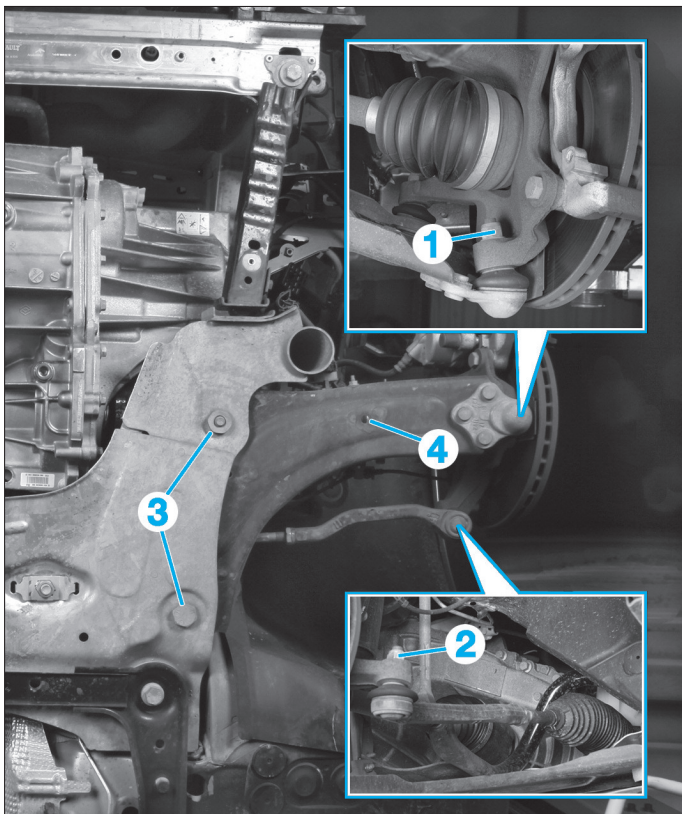

FIG. 11
- Déposer l'écrou (1) de la rotule de bras inférieur (Fig.11).
- l'écrou (2) de la biellette de direction,
- les deux boulons (3),
- le bras inférieur (4).